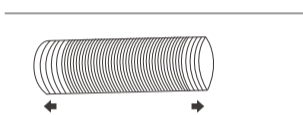
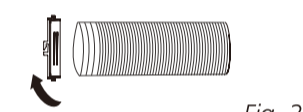

Fig. 1
Fig. 2
- 1 Forlæng hver side af slangen (Fig. 1) og skru slangens indløb (Fig. 2).